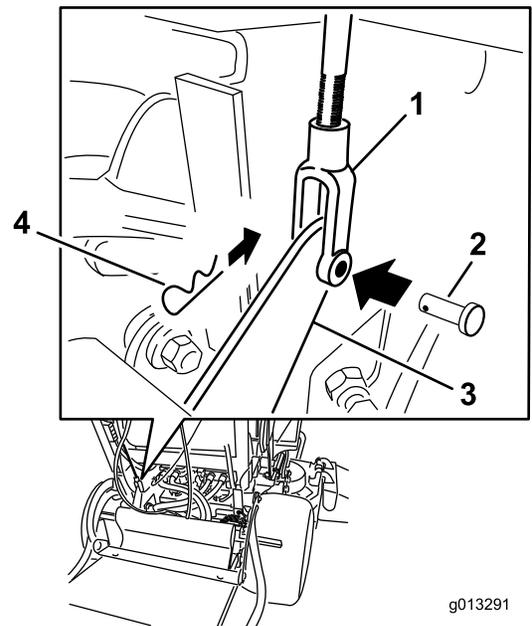

図 64
4. ブレーキの調整を行うには、まず、下側ブレーキ・レバーとヨークからクレビス・ピンとヘアピン・コッターを外す（図 64）。
7. クレビス・ピンとヘアピン・コッターで、下側ブレーキ・レバーにヨークを固定する。（図 64）。